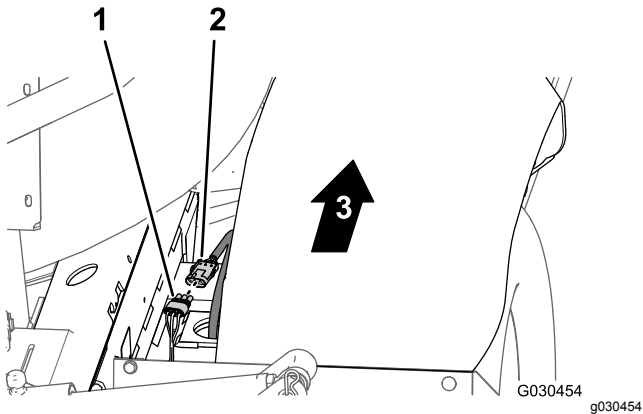

Figura 36
- En la parte trasera de la máquina (entre el larguero derecho del bastidor y el guardabarros derecho), desconecte el conector de 3 pines del arnés del sensor de velocidad del motor de tracción hidráulica derecha del conector hembra de 3 vías del arnés principal trasero (Figura 36).